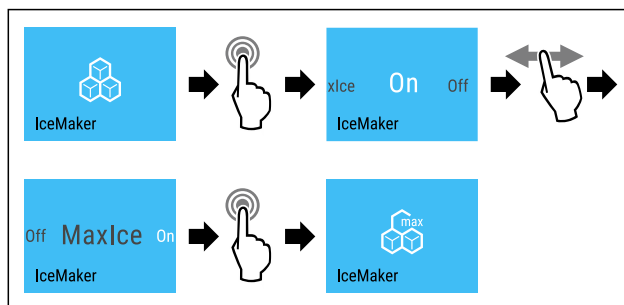

Fig. 21
- ▶ Proved'te akční kroky (viz Fig. 21) .